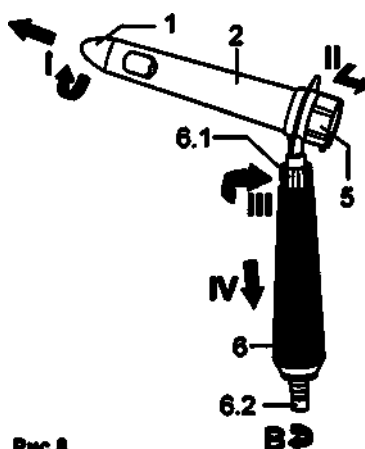

Рис. 8
◇ Отвинтить навинчивающийся обтуратор (1) с тубуса (2) (I) (рис. 8).
◇ Снять колпачок (5) с тубуса (2) (II) (рис. 8).
◇ Навинтить накидную гайку (6.1) вращением по часовой стрелке (III) (рис. 8).
◇ Снять рукоятку (6) с тубуса (2) (IV) (рис. 8).
◇ Отвинтить соединительный элемент холодного света (6.2) с рукоятки (6) (V) (рис. 8).